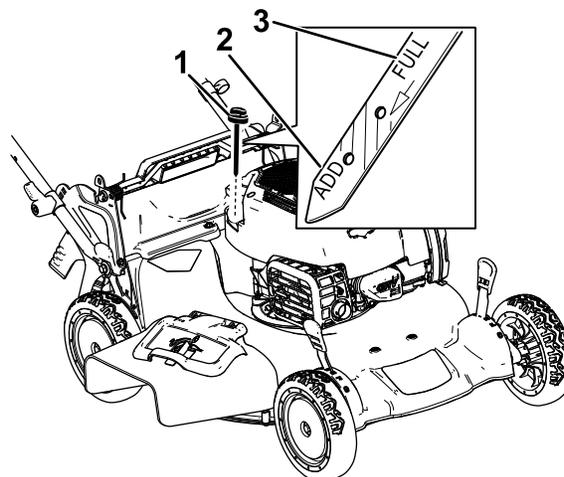

図 31
3. キャップを左に回してディップスティックを抜き取る 図 31。
10. ディップスティックの目印で油量を点検する 図 31。